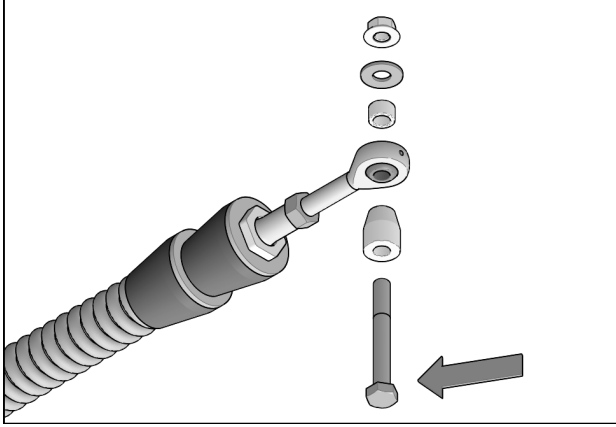

Fig. 3
4. Enlever les boulons, les rondelles et les espaceurs des rotules des bras stabilisateurs des systèmes arrière. Insérer un boulon à l'extrémité de chacun des ancrages de suspension arrière. Voir la Fig. 3.